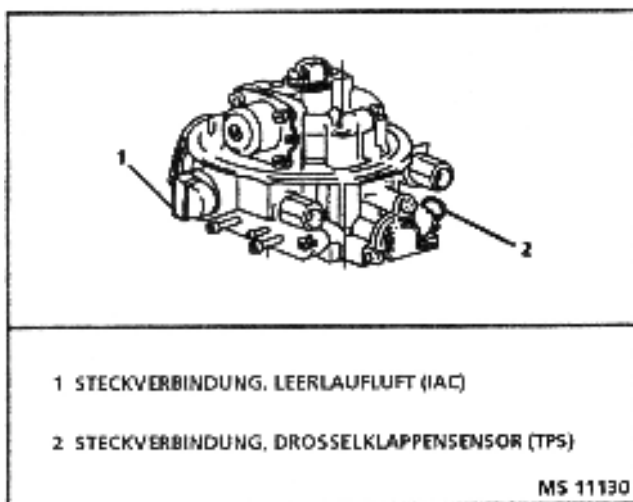

Bild 3.2-10 Steckverbindungen, TBI-System
1. Steckverbindungen an Leerlaufventil, Drosselklappensensor und Einspritzventil trennen (Bild 3.2-10).